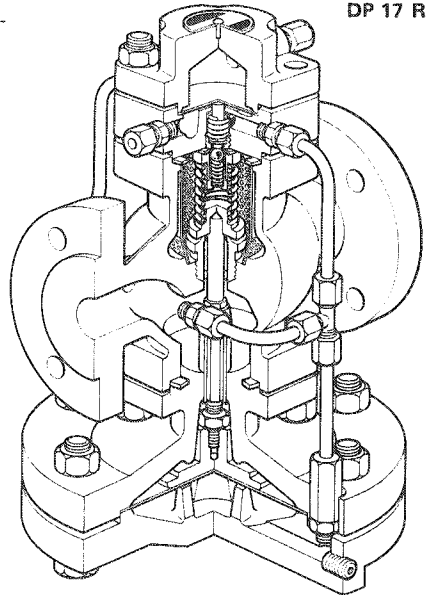

Bild 1
1. Lieferzustand (Bild 1)
Die Regelung des Minderdruckes erfolgt entweder über die im Lieferzustand seitlich angebaute interne Steuerleitung (Bild 1) oder alternativ über eine "äußere" Steuerleitung, die mittels der Einschraub-Verschraubung R 1/8" an der Vorderseite der Steuerkammer angeschlossen wird.